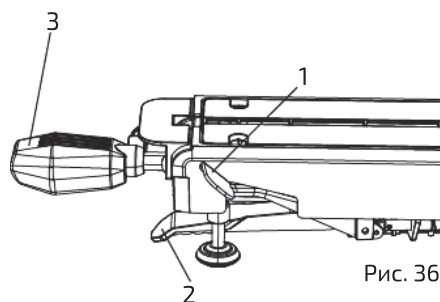

Рис. 36
1. Разблокировать поворотный стол, подняв рычаг блокировки кулачка (1) вверх (рис. 36). Для этого, удерживая блокирующий рычаг (2) в верхнем положении, повернуть стол на требуемый угол вправо или влево с помощью рукоятки поворота (3).